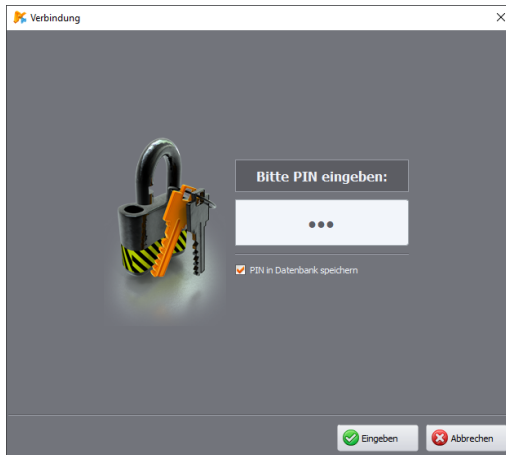

Abb. 7. PIN-Überprüfung.
- Die Eingabe in die Datenbank kann manuell erfolgen (siehe 5) oder durch Anschluss des Analysators über USB, Eingabe des korrekten PIN-Codes und Ankreuzen der Option **PIN IN DATENBANK SPEICHERN** (siehe Abb. 7). Der Analysator wird dann in die Analysator Datenbank aufgenommen (gilt nicht für PQM-707).
Falls die automatische Anmeldung fehlschlägt, wird wieder das Fenster wie auf Abb. 7 angezeigt.